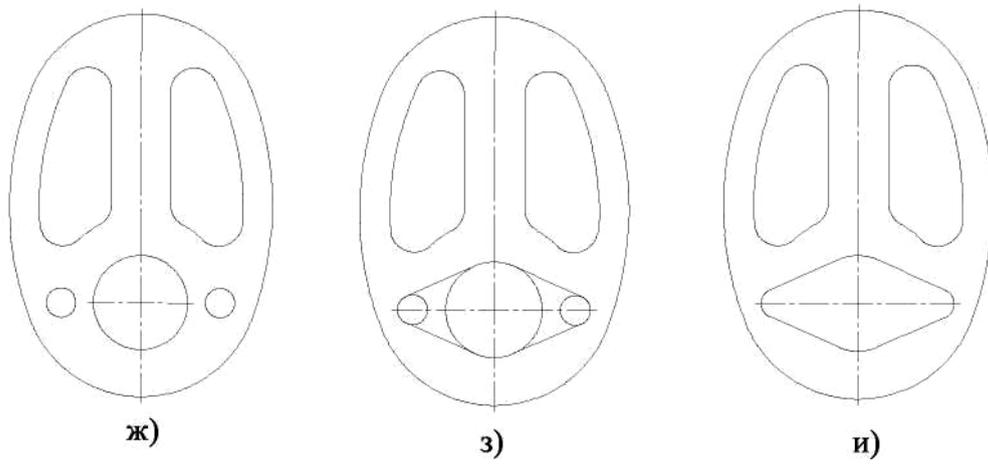

Рис. 2.12 - Последовательность выполнения лабораторной работы
2. Изобразить осевые линии (рис.2.12 а).
б) щелкнуть по пиктограмме **Отрезок**, задать стиль линии **Осевая**, а затем изобразить осевые линии (рис. 2.12 а). При формировании изображений осевых линий использовать расширенную команду  - **Параллельный отрезок**
3. Изобразить заданные окружности (рис. 2.12 а). Для точного указания точек использовать объектную привязку **Пересечение**. Для этого щелкнуть на кнопке  - **Установка глобальных привязок** и в открывшемся окне установить опцию **Пересечение**.
4. Построить окружности, касательные к заданным окружностям (рис. 2.12 б). Для этого использовать команду  - **Касательная окружность к двум кривым**.
кривую панели **Редактирования** (рис. 2.12 в).
6. Построить дугу окружности **m** на заданном удалении от внешнего контура и прямую **n**, параллельную вертикальной оси симметрии (рис. 2.12 г). Использовать команду  - **Эквидистанта кривой** панели **Геометрия**.
7. Построить сопряжения между прямой **n** и дугой окружности **m**. Для построения сопряжений использовать команду  - **Скругление** (рис. 2.12 д, ж).
8. Построить окружности и касательные к ним. Для построения касательных использовать опцию  - **Отрезок, касательный к двум кривым** (рис. 2.12 з, и).
9. Удалить ненужные части окружности с использованием команды  - **Усечь кривую** (рис. 2.12 к).
10. Установить точность размерных надписей - число знаков после запятой 0 (рис. 2.12). Выполнить изображения размеров.